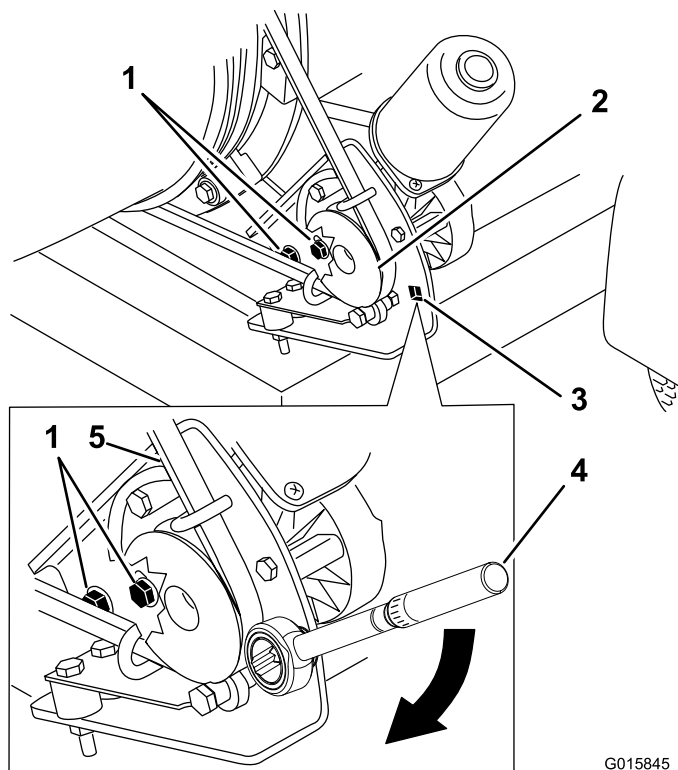

Figure 31
1. Desserrez les boulons qui fixent le support de la poulie au châssis du souffleur (Figure 31).
2. Placez une clé dynamométrique dans le support de poulie (Figure 31).
3. Faites pivoter le support de poulie et éloignez-le de l'embout jusqu'à ce que la clé dynamométrique indique 22,6 à 26 Nm (Figure 31).